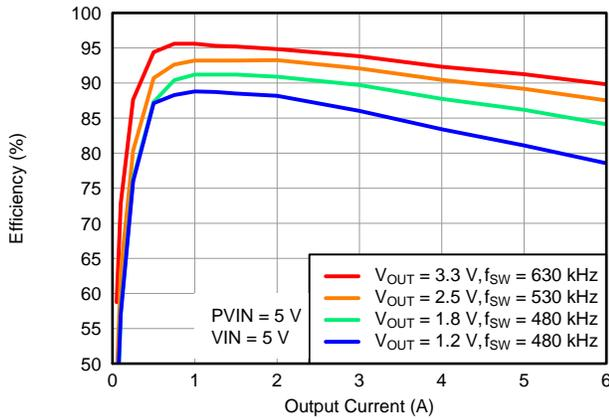
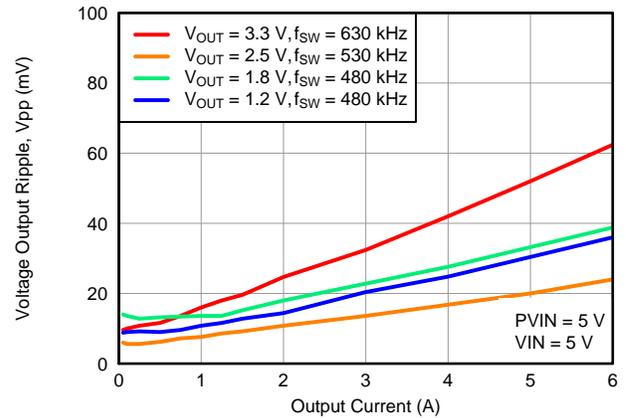
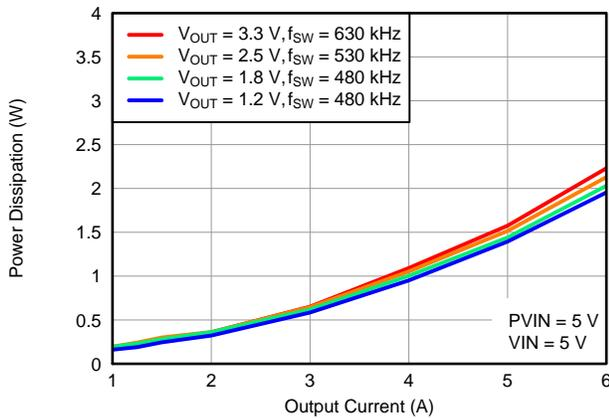

Figura 6. Eficiência vs Corrente de saída
Figura 7. Ondulação de tensão vs Corrente de saída
Figura 8. Dissipação de energia vs Corrente de saída
- (1) Os dados elétricos característicos foram desenvolvidos a partir de produtos reais, testados a 25 °C. Esses dados são considerados típicos para o conversor. Aplica-se à Figura 6, Figura 7 e Figura 8.